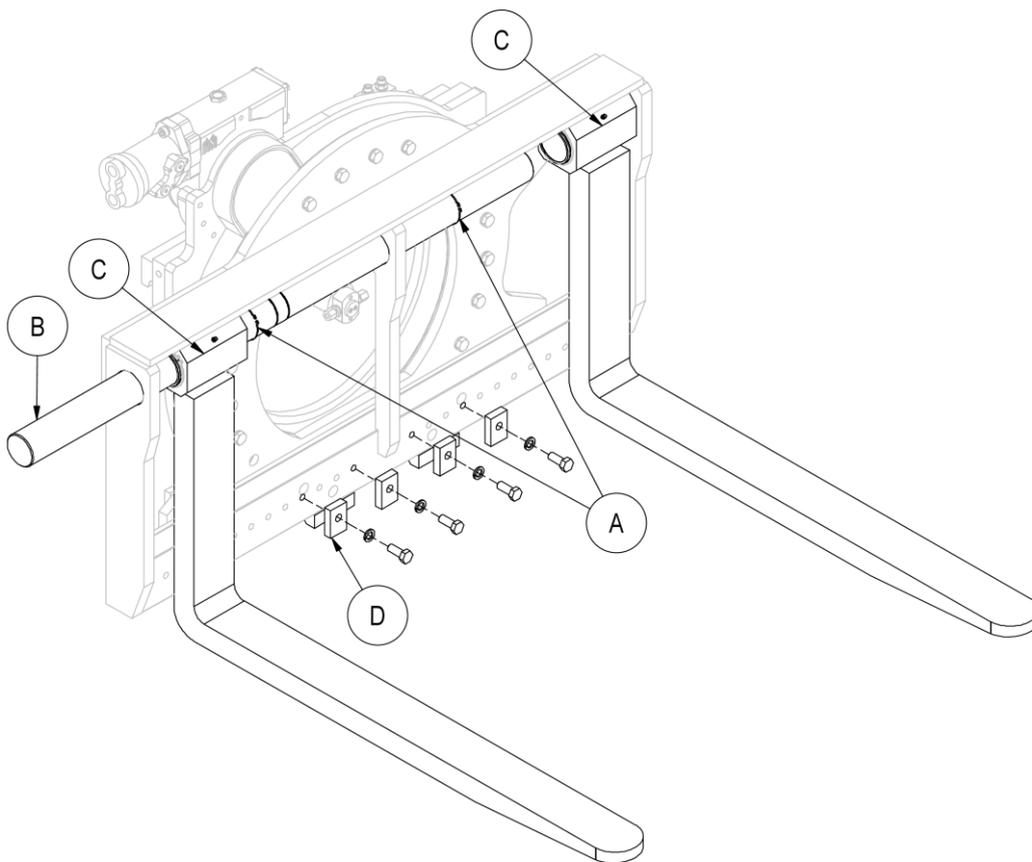

Figure 19
5. Se référer à la *Figure 19*.